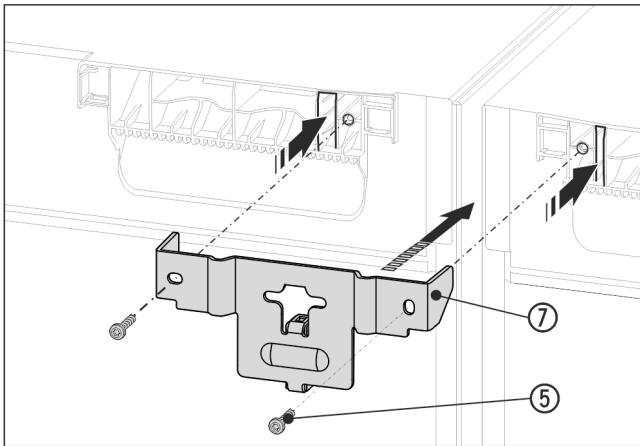

Fig. 19 Beispielhafte Darstellung
- Winkel Fig. 19 (7) mit dem Distanzstück zwischen die Geräte und mit den Laschen in die Gerätedecke schieben. Mit 2 Schrauben Fig. 19 (5) festschrauben.